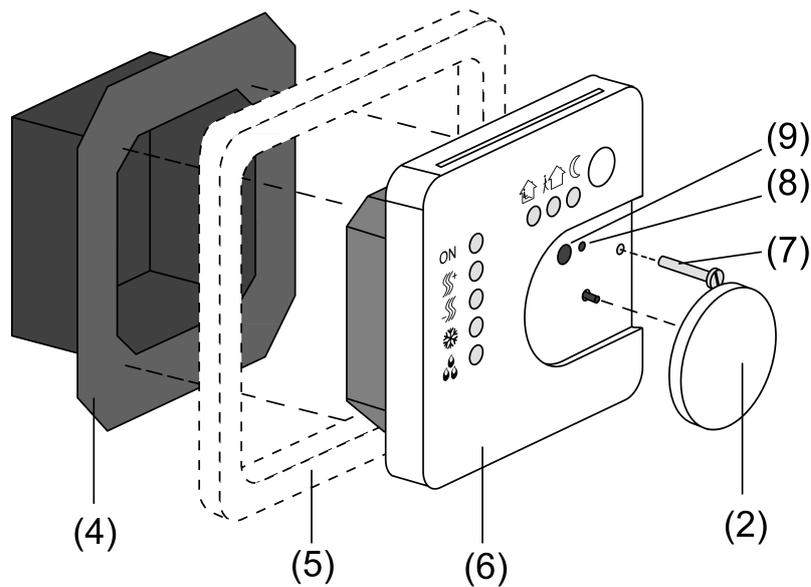
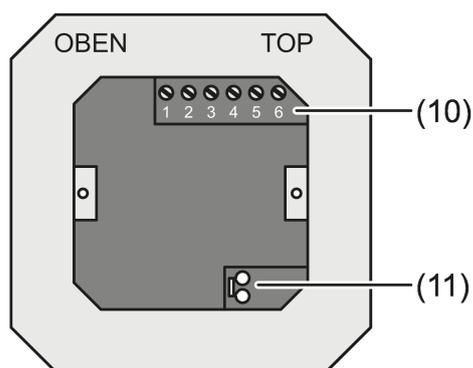
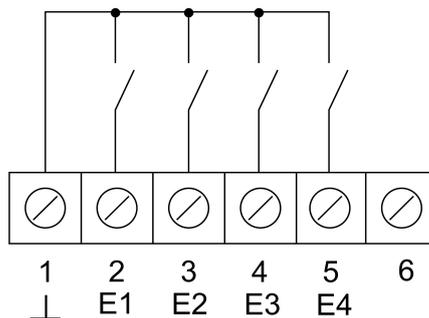
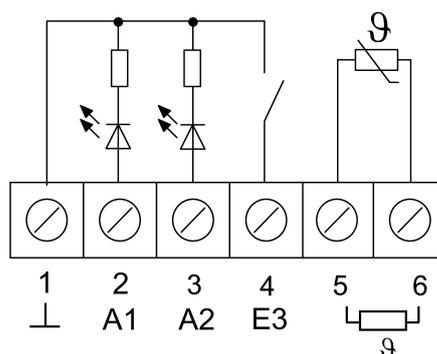

Figura 2: Struttura dell'apparecchio
Figura 3: Inserto morsetti
Figura 4: Collegamento ingressi binari
Figura 5: Collegamento uscite binarie
- (4) Inserto morsetti
- (5) Telaio di copertura
- (6) Modulo elettronico
- (7) Vite di sicurezza
- (8) LED di programmazione
- (9) Tasto di programmazione
- Staccare l'inserto morsetti (4) dal modulo elettronico (6) (Vedi figura 2).
- Collegare il cavo bus al morsetto di collegamento (11) nell'inserto morsetti (Vedi figura 3).
- Ingressi binari **E1...E4**: connettere i tasti o gli interruttori di chiusura o apertura dei contatti finestre ai morsetti 1 e 2...5 (Vedi figura 4) della morsettiera (10) (Vedi figura 3).
- Uscite binarie **A1...A2**: connettere i LED o i relè elettronici ai morsetti 1 e 2, 3 (Vedi figura 5) della morsettiera (10) (Vedi figura 3).
- Connettere la sonda di temperatura esterna ai morsetti **5** e **6** (Vedi figura 5) della morsettiere (10) (Vedi figura 3).
- Installare l'inserto morsetti (4) (Vedi figura 2) nella scatola apparecchi sotto intonaco. Fare attenzione scritta **OBEN / TOP**. La connessione bus (11) deve essere in basso a destra (Vedi figura 3).
- Applicare il telaio di copertura (5) sull'inserto morsetti (4).
- Posizionare correttamente il modulo elettronico (6) sull'inserto morsetti (4).
- Smontare la rotellina di regolazione (2).
- Fissare il modulo elettronico con la vite di sicurezza (7).
- Rimontare la rotellina di regolazione (2).
- Rimuovere la rotellina di regolazione (2) (Vedi figura 2).
- Premere il tasto programmazione (9).